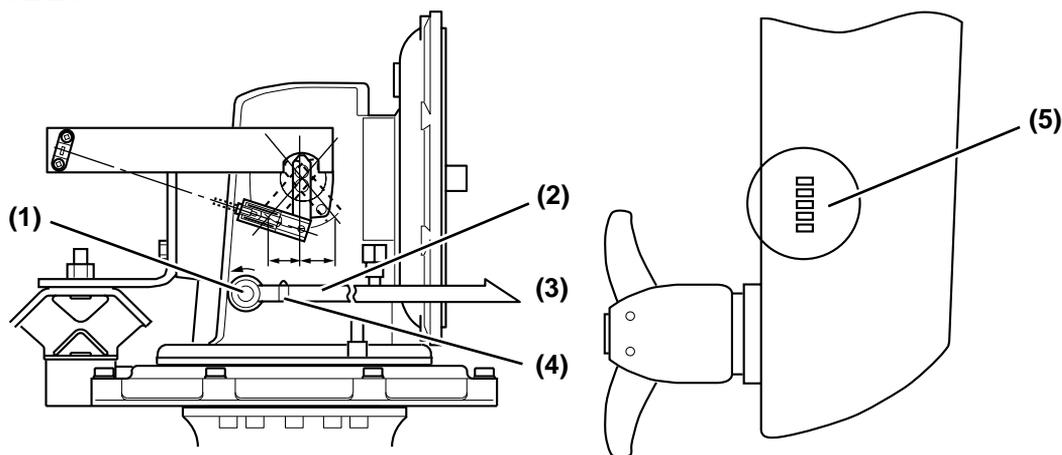

Figure 5
(Figure 5, (1)) et que l'eau de refroidissement présente une aspiration en démarrant le moteur manuellement avant de démarrer le bateau. L'eau de refroidissement passe à travers le carter de l'entraînement de voile, refroidit le moteur par la pompe à eau de refroidissement, puis est refoulée.